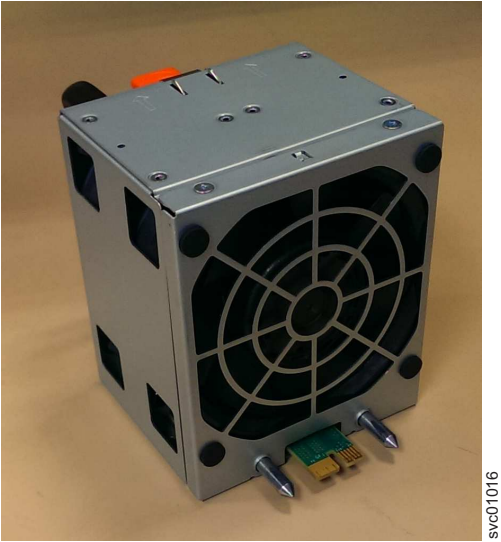

图 79. 风扇模块方向
1. 使用顶部的松开卡口和底部的插销来固定风扇模块，如第 89 页的图 79 中所示。